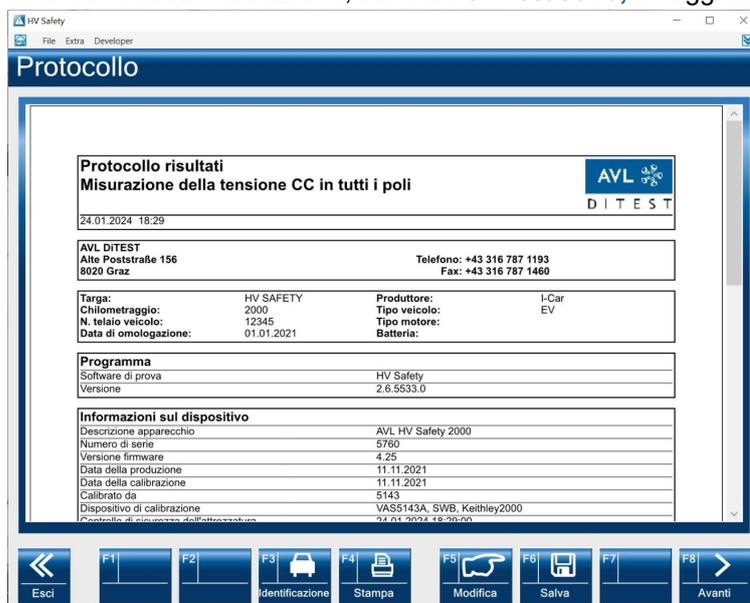

Fig. 3-2
6. Viene visualizzato il risultato della misurazione, vedere fig. 3-2.